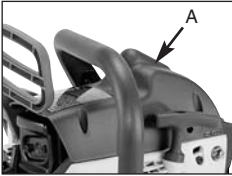

Abb. 21A
2. Entnehmen Sie die Abdeckung (A), indem Sie die Abdeckungsbefestigungsschrauben lösen (Abb. 21A).